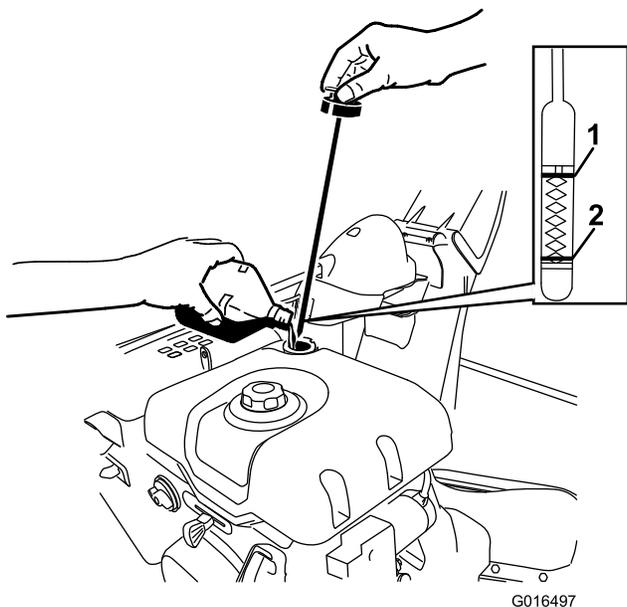

Bild 40
2. Nehmen Sie den Peilstab heraus und prüfen Sie den Ölstand (Bild 40). Füllen Sie Öl nach, wenn der Ölstand unter Auffüll-Marke am Peilstab steht. Siehe Wechseln des Motoröls \(Seite 24\).